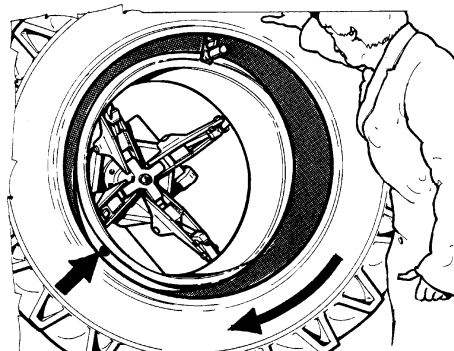

Abb.50
3. Den Montagehaken wie in Abb.50 positionieren. Die Spitze des Montagehakens muß nach oben und von außen jeweils ca. 2-3 cm (1") vom Felgenhorn entfernt sein.